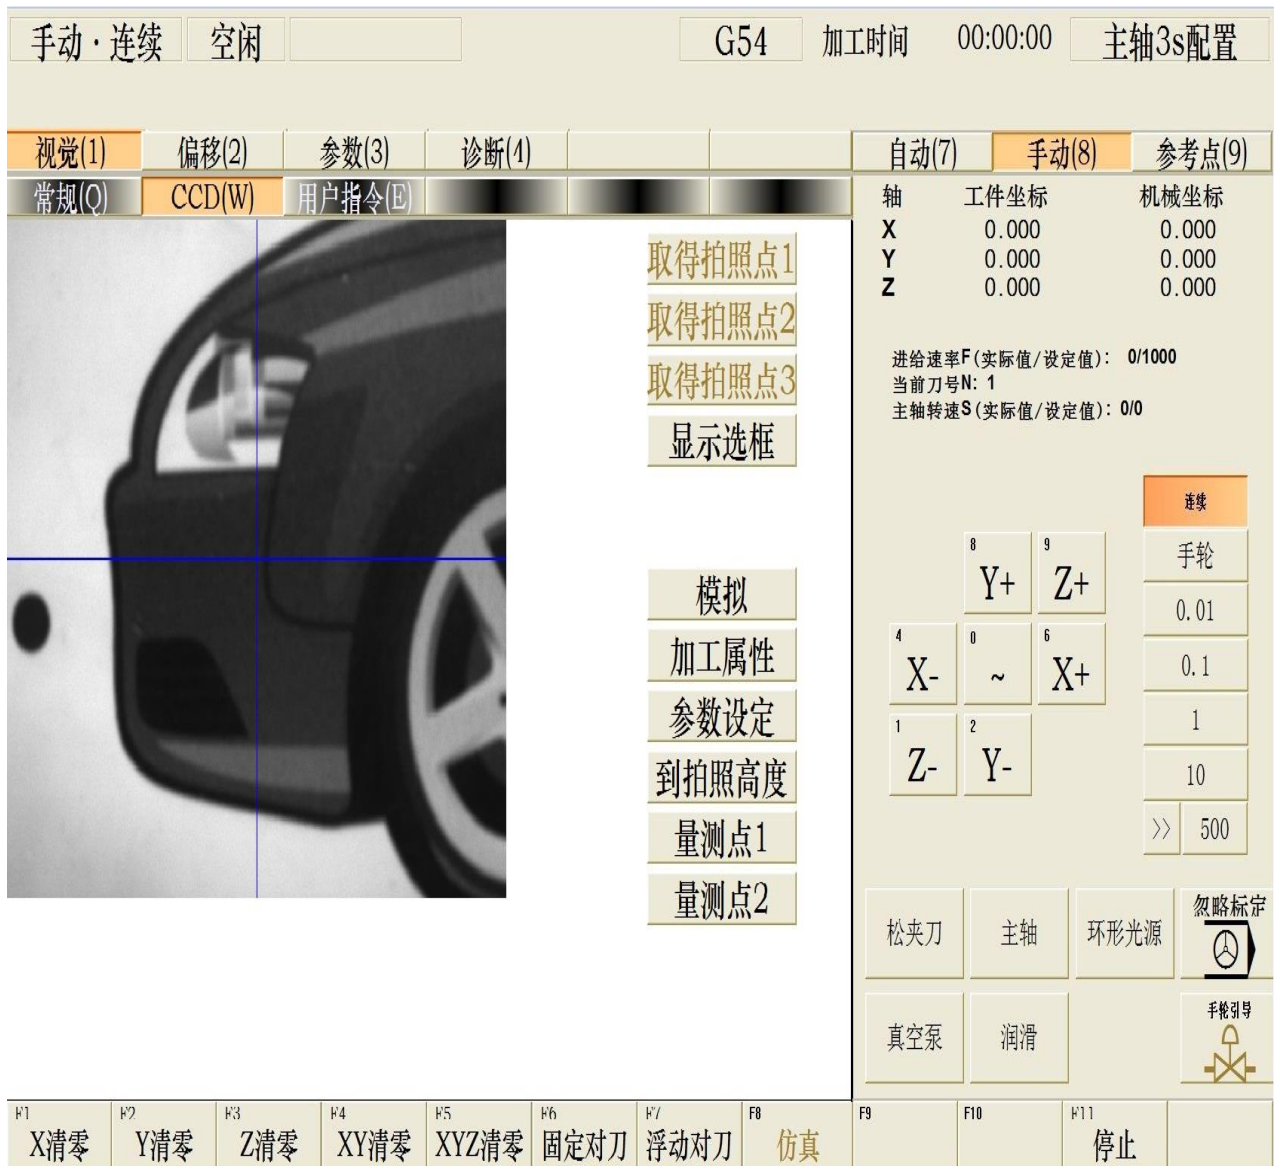

图 21 CCD 页面
- 在如图 21 所示在 CCD 页面中点击【取得拍照点 1】~【取得拍照点 3】，分别取得拍照点 1~3。